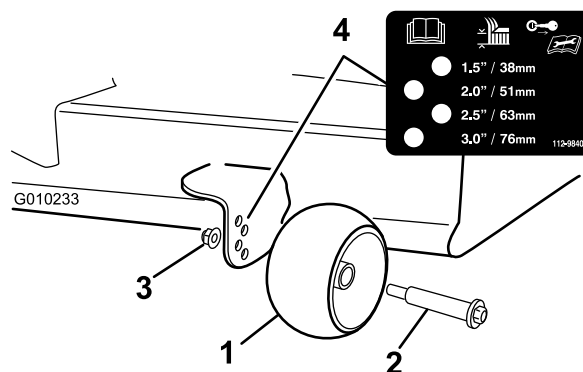

図 30
3. 芝削り防止ローラ 図 30 を、一番近い刈高位置に合わせる。